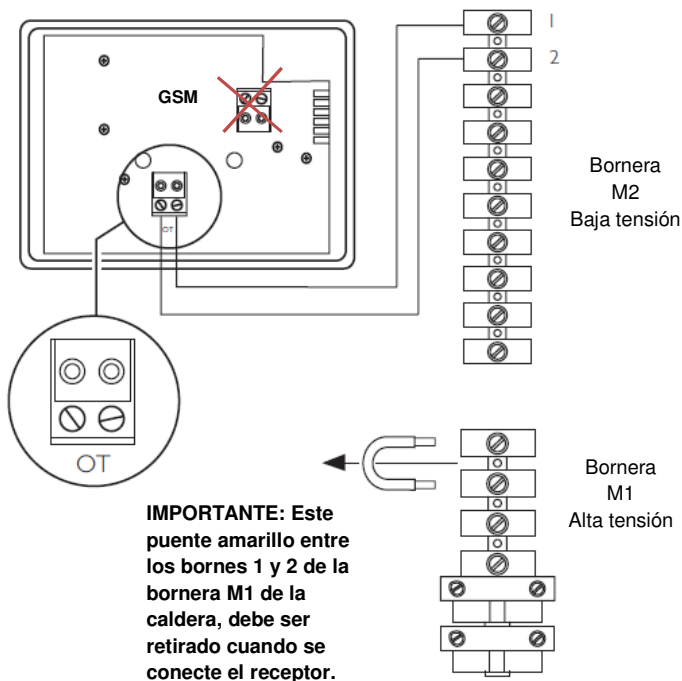

Fig. 9: Conexión y parte posterior del receptor
1. El receptor debe ser conectado en la caldera según se indica en la Fig. 9.
3. El error **E83** indica que el receptor no se está comunicando con la caldera. Comprobar el conexionado entre ambos componentes. Ver Fig. 9.
- c. Que el cableado entre el receptor y la caldera sea el correcto. Ver Fig. 9.